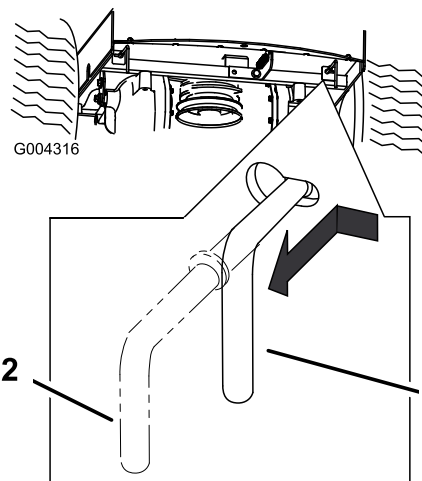

Bild 23
3. Schieben Sie die beiden Sicherheitshebel nach innen, und drücken Sie beide so weit hinein, bis die Scheibe auf der Stange den Schlitz passiert (Bild 23).
4. Drücken Sie die Hebel nach außen, um sie zu arretieren (Bild 23).
Schieben Sie beide Sicherheitshebel nach innen und ziehen Sie sie ganz durch den Schlitz nach hinten (Bild 23). Drücken Sie die Hebel nach außen, um sie zu arretieren.